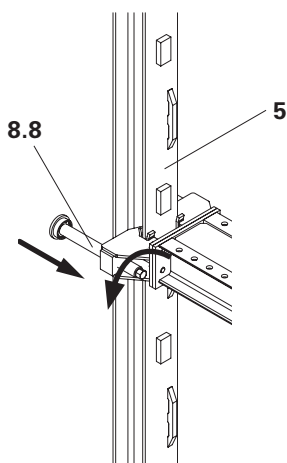

Fig. 44
- ACS-G: girare le due viti di compressione (8.8) in senso antiorario tornando indietro il più possibile. (Fig. 44)